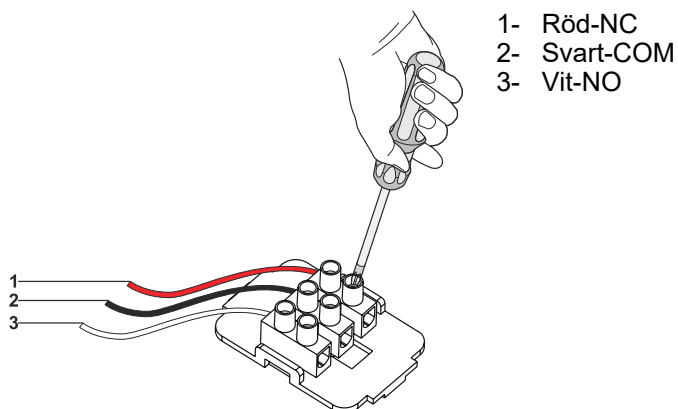

Fig. 12
- 1. ➔ **NC / COM:** När dessa 2 anslutningar används och fläkten stängs av kommer fläkten skicka en signal till den anslutna enheten (Fig. 12).
- 2. ➔ **NO / COM:** När dessa 2 anslutningar används och fläkten sätts på kommer fläkten skicka en signal till den anslutna enheten (Fig. 12).